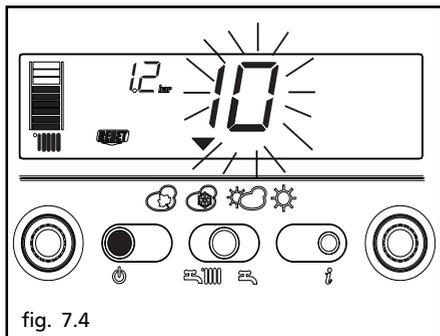

fig. 7.4
2) Visualizzazione della sola icona (fig. 7.4)